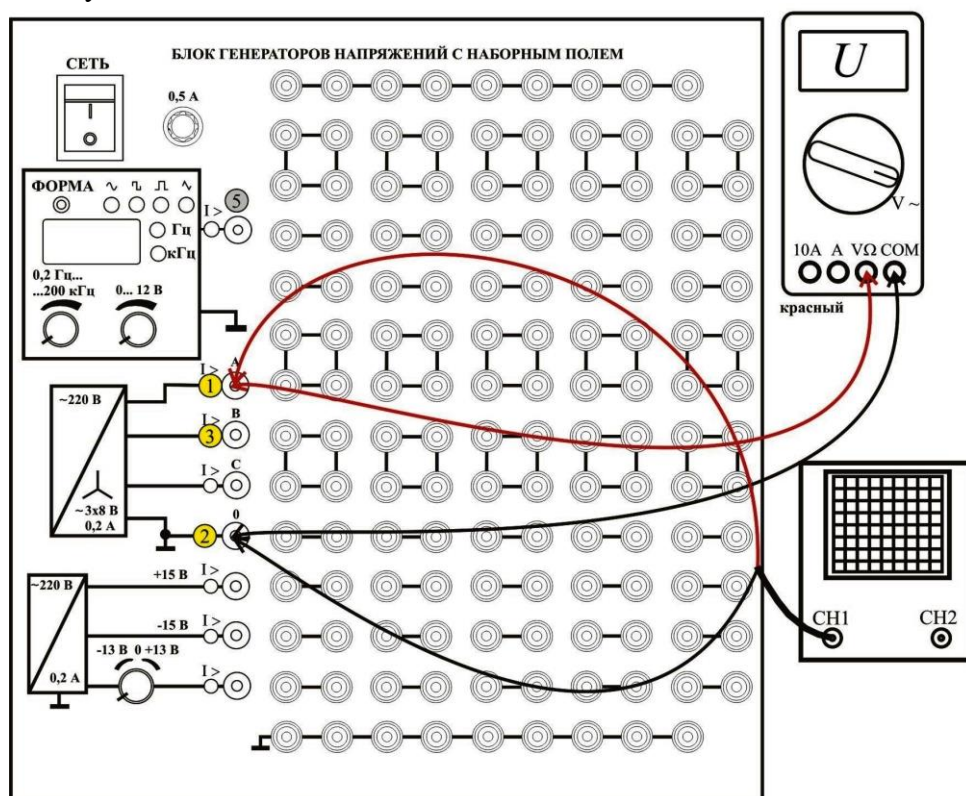

Рис. 2.1. Монтажная схема для измерения напряжений трехфазного источника
Для проведения измерений включите общее питание стенда, тумблер питания источника, питание блока мультиметров и цифрового осциллографа. Выберите любой из двух мультиметров. Подсоедините к выбранному мультиметру измерительные провода (красный ко входу $V\Omega$, черный – ко входу COM). Установите переключатель мультиметра в положение $V\sim$ (предел измерения 20). Подсоедините провода мультиметра к точкам ① и ② наборного поля, рис. 2.1, в любой полярности. Измерьте и запишите в отчет фазное напряжение источника $U_{\phi} = \text{---}, \text{В}$.
Подсоедините провода цифрового осциллографа к точкам ① и ② наборного поля (см. рис. 2.1). Нажимая клавиши CH1, CH2 и MATH цифрового осциллографа, добейтесь, чтобы клавиша CH1 подсвечивалась зеленым цветом, а остальные две клавиши не подсвечивались. Таким образом, устанавливается работа осциллографа по первому каналу.